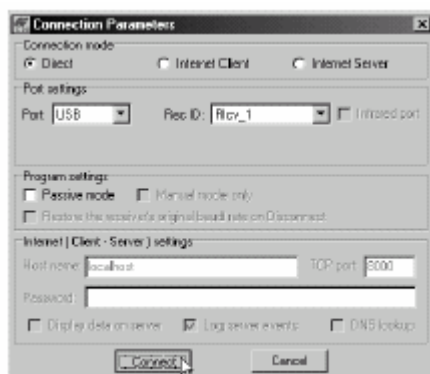

Figura 3-6. Parámetros Conexión USB
- Para conexiones USB (Figura 3-6):